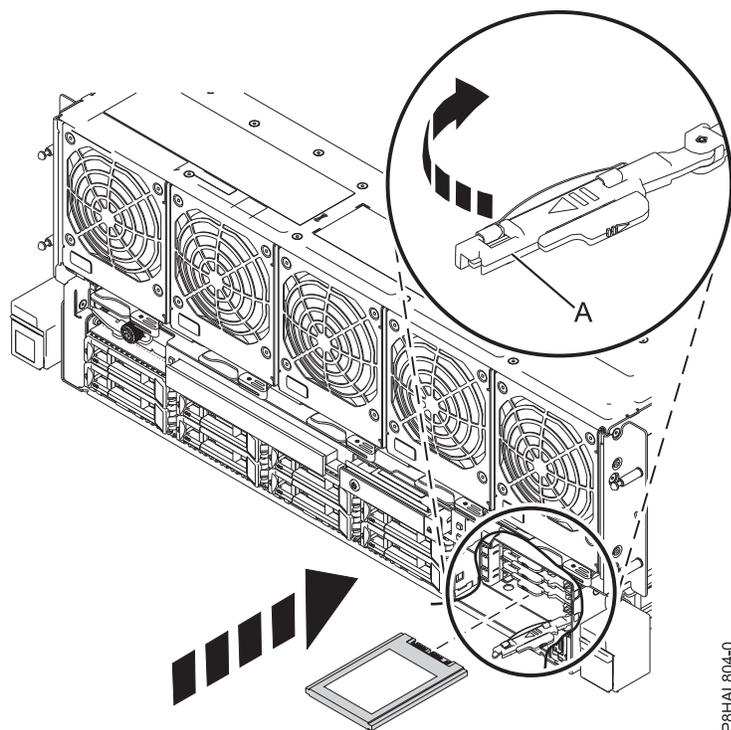

Figura 20. Substituir uma unidade SSD num sistema de 8408-44E ou 8408-E8E
9. Com a pega do compartimento de unidade de SSD (**A**) na posição desbloqueada, puxe a alavanca para fora para ter acesso às calhas na ranhura de SSD. Apoie a parte inferior da SSD à medida que a alinha com as calhas na ranhura de SSD. Consulte Figura 20.
10. Faça deslizar a unidade de disco de segunda geração no sistema até a unidade parar e, em seguida, bloqueie a unidade de disco de segunda geração ao rodar a pega (**A**) na direcção demonstrada em Figura 20.